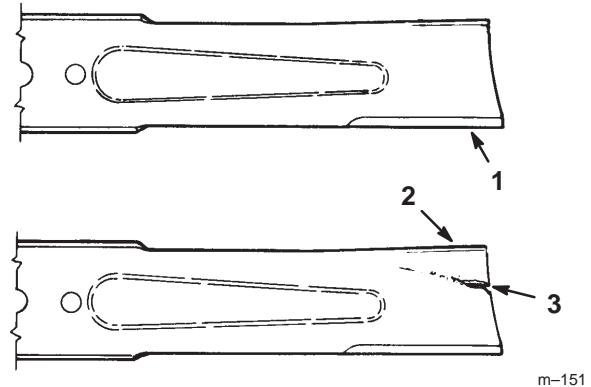

Figure 22
1. Inspectez les tranchants des lames (Fig. 22). Si elles ne sont pas tranchantes ou si elles présentent des indentations, déposez et aiguissez les lames (voir Aiguisage des lames, page 27).
2. Inspectez les lames, surtout la partie incurvée (Fig. 22). Remplacez immédiatement toute lame endommagée, usée ou qui présente une entaille (repère 3 de la Fig. 22).